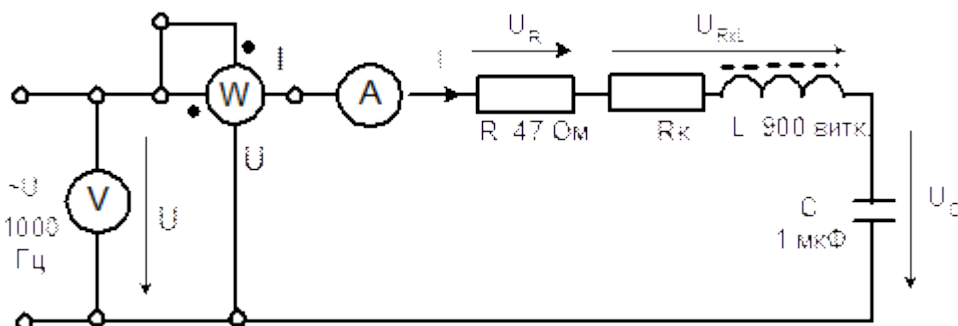
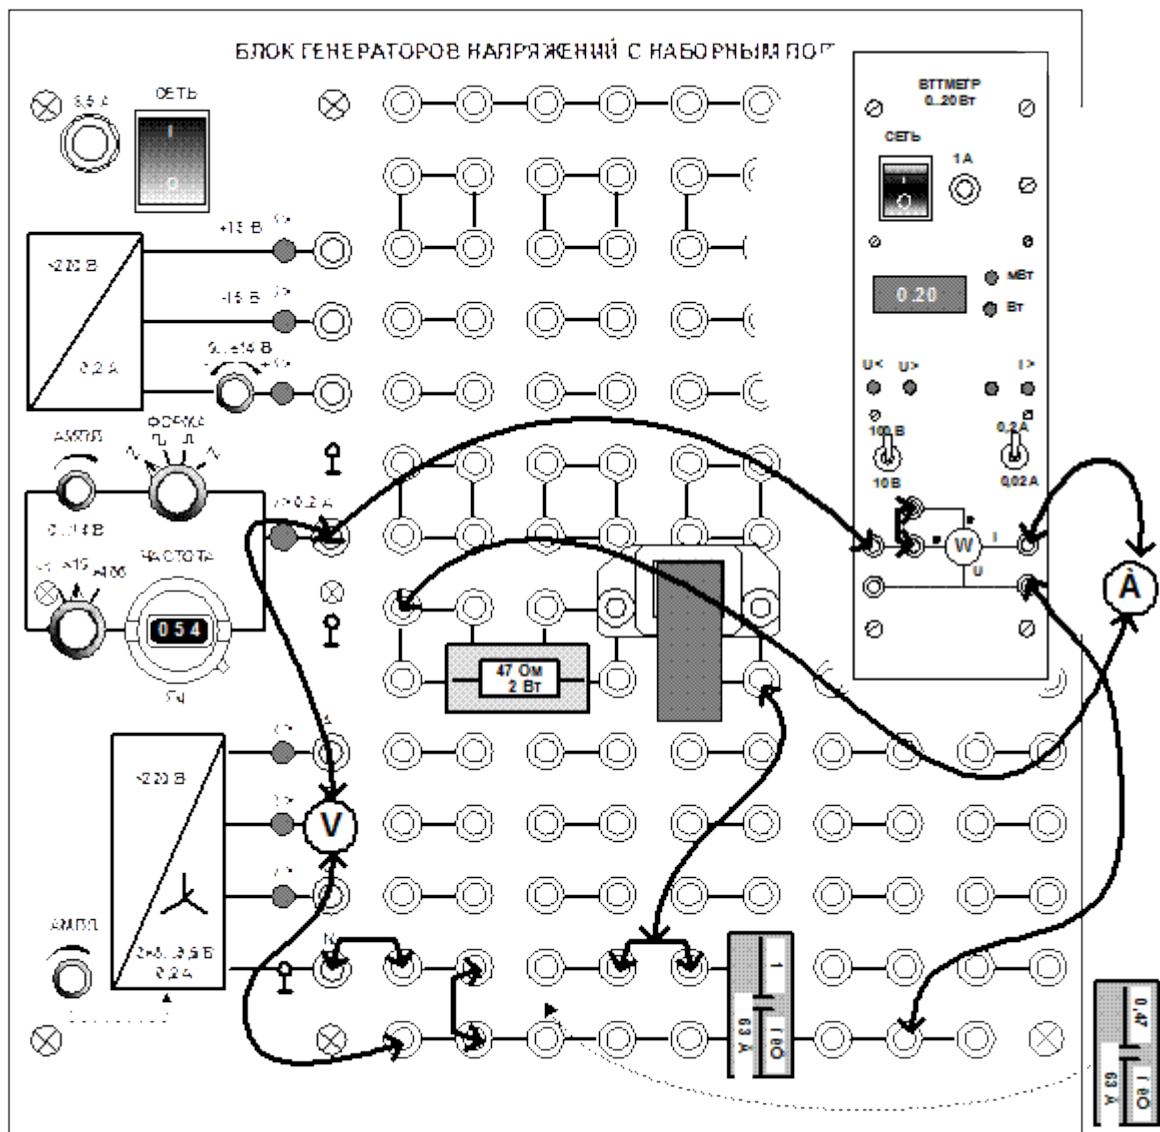

Рис.7.2
Рис. 7.3
1. Снимите с трансформатора катушку 900 витков, вставьте в неё *только одну половинку* разъёмного сердечника и соберите цепь, принципиальная схема которой показана на рис. 7.2, а монтажная – на рис. 7.3.